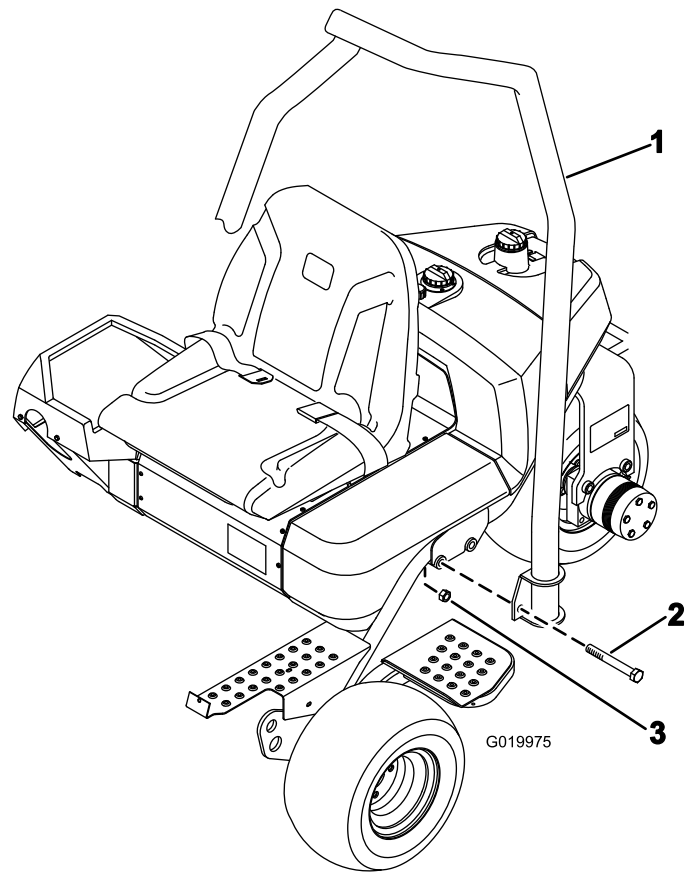

図 4
1. ROPS の上部の湾曲部が機体の前方を向くように ROPS を配置する 図 4。
2. ROPS をフレームの上に降ろし、取り付け穴に整列させる 図 4。
3. ROPS の左右それぞれをフレームに固定するボルト2本 $\frac{5}{8}$ x 4 $\frac{1}{2}$ "と、ロックナットを 図 4 のように使用する。